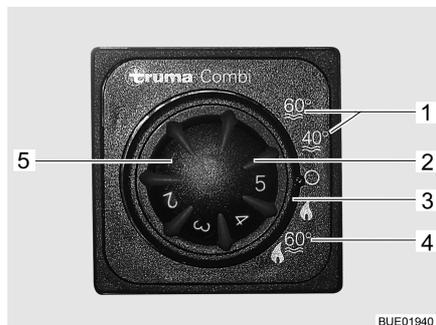

Fig. 59 Unidad de mando para la calefacción/caldera
La caldera se conecta en la unidad de mando (Fig. 59) con el interruptor giratorio (Fig. 59,3).
En el modo de invierno "calefacción y preparación de agua caliente" (Fig. 59,4), al conectar la calefacción, automáticamente se calentará también el agua en la caldera. Cuando la calefacción se desconecta al alcanzar la temperatura ambiente deseada, la caldera seguirá calentando hasta que se haya alcanzado la temperatura del agua.
En el modo de verano (Fig. 59,1) sólo se calentará el agua de la caldera a 40 °C ó 60 °C. El agua se calienta en aprox. 25 minutos a 60 °C. La luz de control amarilla (Fig. 59,5) estará iluminada durante la fase de calentamiento de la caldera.
- En la unidad de mando (Fig. 59) poner el interruptor giratorio (Fig. 59,3) en "modo de verano" (Fig. 59,1).
La luz de control amarilla (Fig. 59,5) está iluminada durante la fase de calentamiento. Al alcanzar la temperatura del agua finaliza la fase de calentamiento y se apaga la luz de control amarilla.
- En la unidad de mando (Fig. 59) poner el interruptor giratorio (Fig. 59,3) en "0".